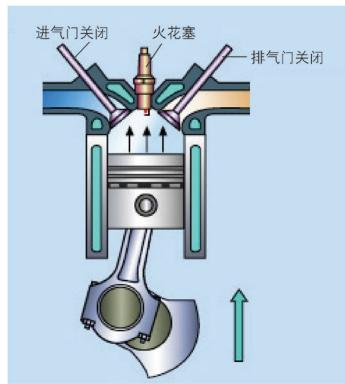

图 2-2 压缩行程
② 压缩行程。进气行程结束后，活塞在旋转曲轴的带动下，从下止点向上运动，如图2-2所示，这时进气门和排气门都关闭，气缸内成为封闭容积，进入气缸内的可燃混合气受到压缩，压力和温度不断升高，当活塞到达上止点时压缩行程结束。此时气体的压力和温度主要随压缩比的大小而定，气体压力约为0.6~1.2MPa，温度可达600~700K。